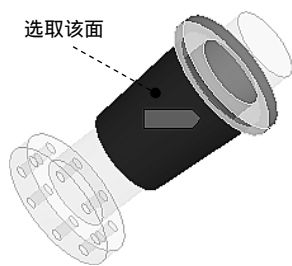
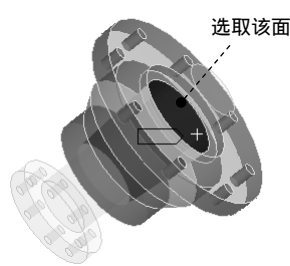

图 9.6.7 选取接触面
图 9.6.8 选取目标面
(2) 选取接触面和目标面。在图形区选取图 9.6.7 所示的模型表面为接触面对象，然后选取图 9.6.8 所示的模型表面为目标面对象。
(3) 定义接触属性。在“定义接触参数”对话框的 **Definition** 区域的 **Type** 下拉列表中选择 **Rough** 选项，在 **Advanced** 区域的 ☒ **Offset** 文本框中输入数值 0.125，完成接触定义。